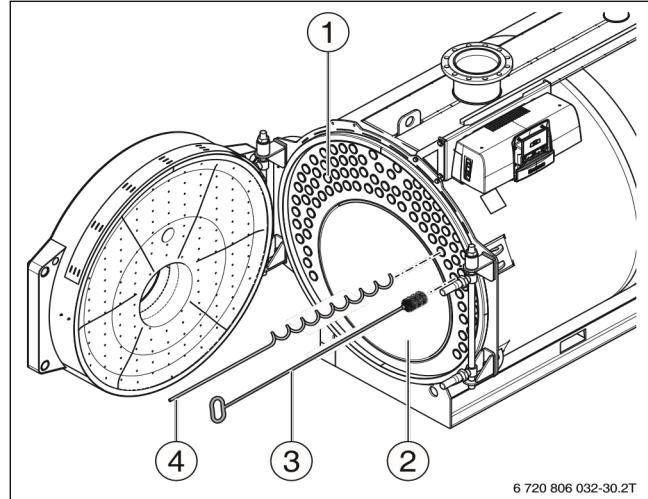

Рисунок 21 Чистка поверхностей нагрева
- Удалите остатки продуктов горения из топочной камеры (→Рисунок 21, стр. 31), газоотводящих каналов, а также из сборного коллектора дымовых газов и отвода конденсата.